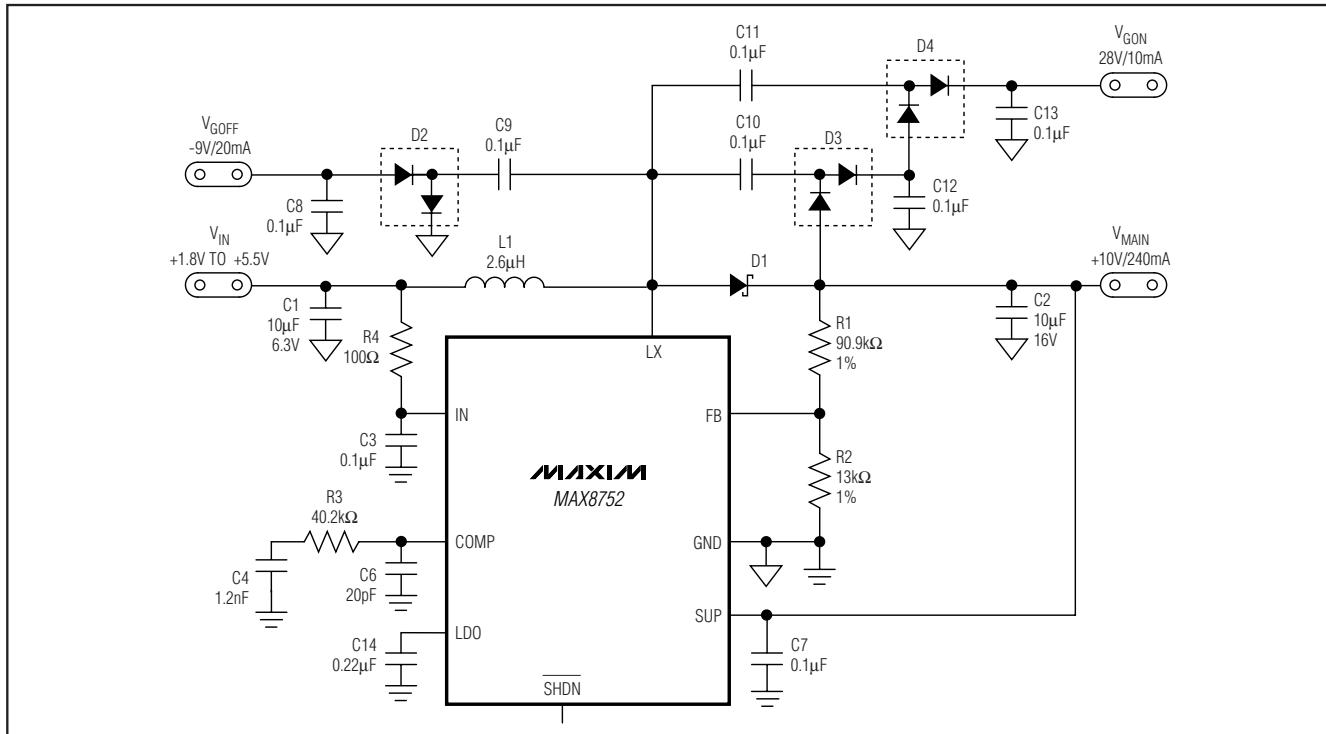

図1. 標準動作回路
(Circuit of Figure 1, $V_{IN} = 2.5V$, $V_{MAIN} = 10V$, $T_A = +25^\circ C$, unless otherwise noted.)
MAX8752は、TFT-LCDパネル用に設計された高効率のステップアップ電源です。図1に示されている標準回路は最低1.8Vの入力電圧で動作し、20mAで-9V、10mAで+28Vを供給するディスクリートダイオード/コンデンサのチャージポンプをサポートしながら、2.5Vの入力から220mAで10Vのメイン出力を供給します。チャージポンプ出力が不要の場合は、この出力に関連するダイオードとコンデンサを取り除けば、メイン出力を270mAに増大させることができます。
図1において、LCDのゲートオン/ゲートオフ電圧は、ステップアップレギュレータのLXノードで駆動されるレギュレートされない2個のチャージポンプから生成されます。このため、LXに追加される負荷をインダクタンスの計算において考慮する必要があります。実効の最大出力電流I_{MAIN(EFF)}は、以下のようにステップアップレギュレータの出力の最大負荷電流と、正および負のチャージポンプからの寄与を加算したものとなります
標準動作回路(図1)を考慮すると、最大負荷電流(I_{MAIN(MAX)})は、10Vの出力と2.5Vの標準入力電圧で180mAです。
入力コンデンサ(C_{IN})は入力電源から引き出される電流ピークを減少し、ICへのノイズの注入を低減します。10μFのセラミックコンデンサが、「標準動作回路」(図1)で使用されていますが、これは通常の実験室の装置では、高いソースインピーダンスが見かけられるためです。ステップアップレギュレータは他の安定化電源の出力によって直接動作する場合が多いため、実際のアプリケーションでは通常、はるかに低いソースインピーダンスを持ちます。一般的には、「標準動作回路」で用いられる値以下に C_{IN} を減らすことができます。適切な C_{IN} を使って、INに低ノイズ電源を確保します。また、INがRCローパスフィルタによって C_{IN} からデカップリングされると、より大きな電圧変動に耐えることができます(図1のR3およびC3参照)。
MAX8752は、 $V_{IN} \sim 13V$ の可変出力で動作します。抵抗分圧器を出力(V_{MAIN})とGNDの間に接続し、そのセンタータップをFBに接続します(図1参照)。R2を10kΩ～50kΩの範囲で選択します。次式によってR1を算出します。
- 4) SUPとLDOのバイパスコンデンサおよびINバイパスコンデンサ(図1のC3)を各端子から5mm以内に配置します。GNDに近接したICの裏面エクスポートードパッドを通じてこれらのグランド端子をGNDに接続します(端子4)。